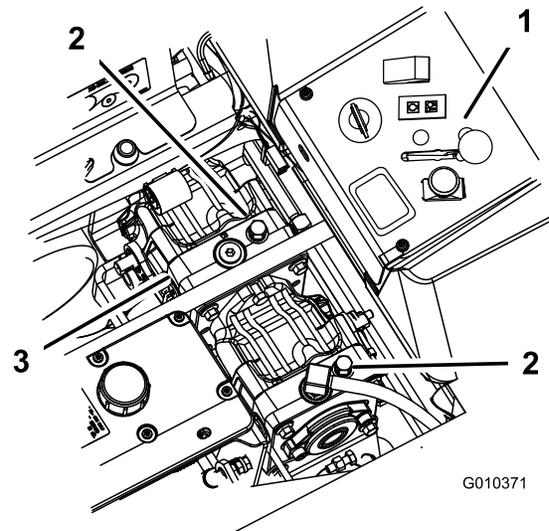

Figura 42
3. Ruotate le valvole di bypass in senso antiorario di 1 giro per spingere (Figura 42).
Girate le valvole di bypass di un giro in senso orario per azionare la macchina (Figura 42).